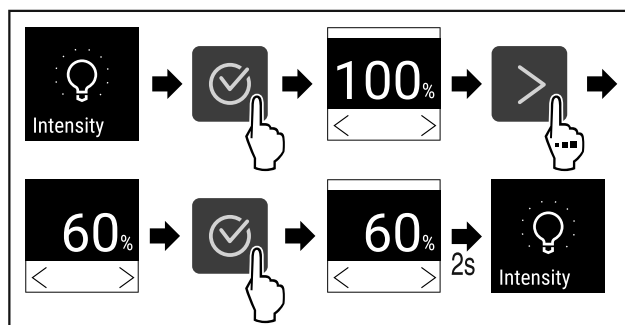

Fig. 72
- ▶ Proved'te akční kroky (viz Fig. 72) .